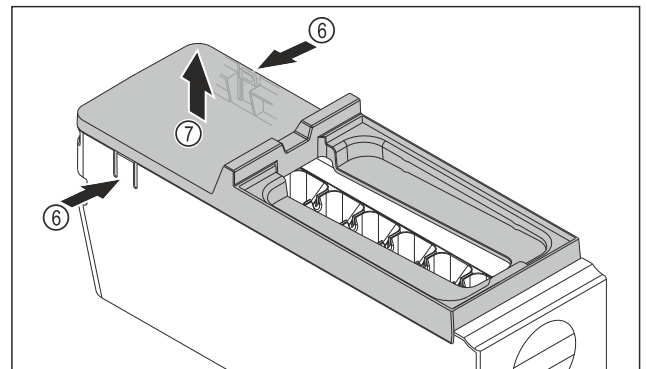

Fig. 122
- ▶ Abdeckung des EasyTwist-Ice-Körpers entnehmen: Laschen Fig. 122 (6) an den beiden Seiten des EasyTwist-Ice-Körpers mit einer Hand drücken.
- ▶ Abdeckung Fig. 122 (7) mit der anderen Hand nach oben entnehmen.